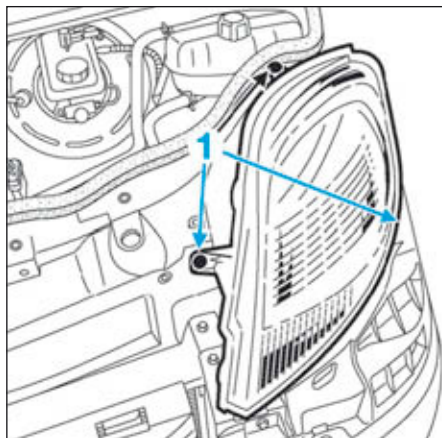

FIG.74
- Déposer les écrous (1) du projecteur (Fig.74).
- les écrous (1) (Fig.74).